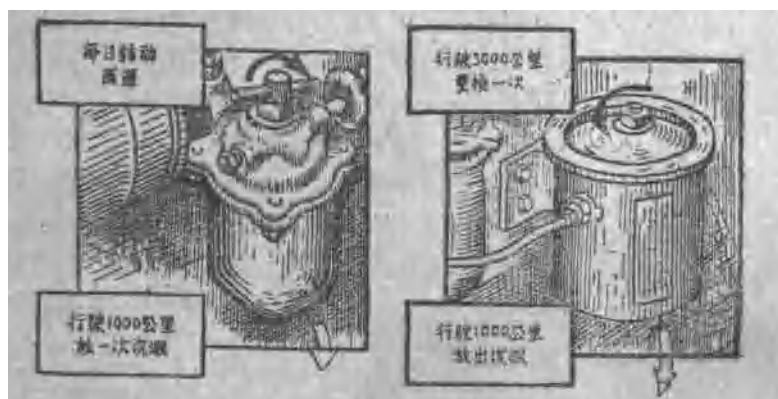

图5 滑油粗滤器
3. 滤清器的保养方法。有滑油粗滤清器的发动机,每天必须在发动机已热后转动粗滤器手柄1~2转,如图5所示。发动机每运转40~60小时,必须拧下粗滤器及细滤器放油螺丝,放出沉淀池内污物。每运转120~140小时后,必须清洗滤清器。先卸下上盖,取出滤清片,擦去杂质后,放到汽油里洗刷净,并擦洗外部后,再重新装起来。